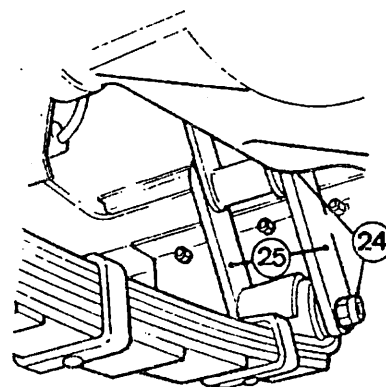

Fig. 05.1-8
Apriete los bulones de las gemelas (25) y las contratueras (24) (Fig. 05.1-8) al par especificado. Por la parte delantera, apriete las tuercas (23) (Fig. 05.1-9) al mismo par.